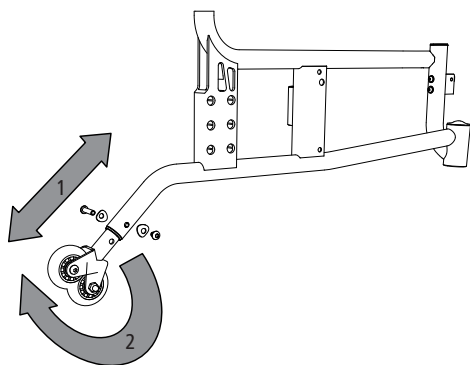

fig. 47
1. For at gøre dette skal skrueanordningen løsnes, og antivæltehjulene skal forkortes, så der opnås den mindst mulige afstand til jorden. Efterfølgende fastgøres justerings-skrueerne igen (1, fig. 47).
2. Ved behov kan du, når afstanden mellem antivæltehjulene og jorden er for lille, dreje hjulene 180°, så de vender opad (2, fig. 47).